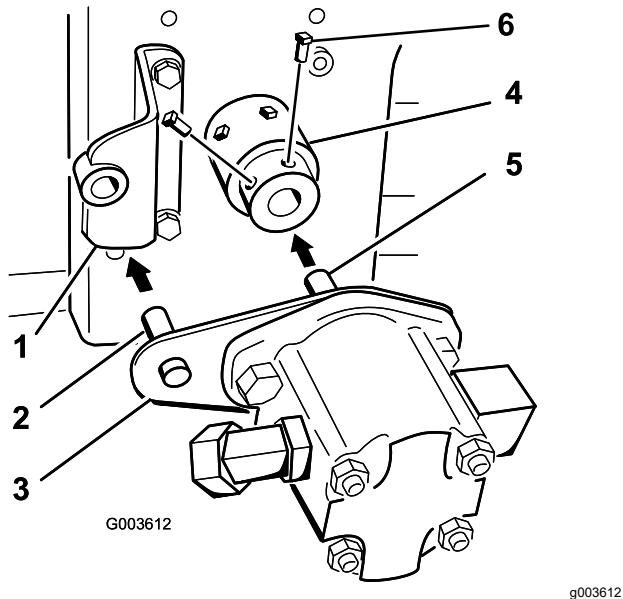

Figura 20
Nota: El eje de la bomba hidráulica tocará el extremo del eje de la TDF del motor (Figura 20).
11. Aplique un fijador de roscas no permanente a los 2 tornillos de fijación (5/16" x 3/4") e instálelos en el conjunto del cubo para sujetar el eje de la bomba hidráulica (Figura 20).